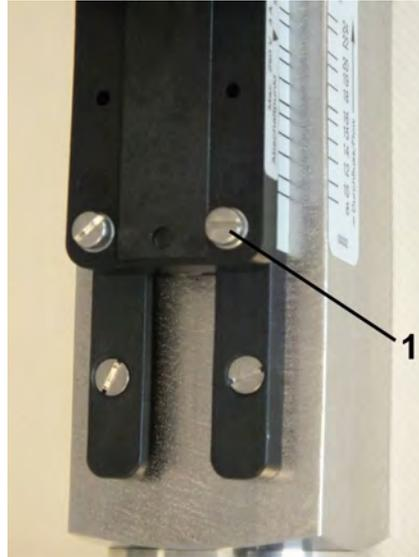

Abb. 33: Feststellschrauben lösen
1. Die Feststellschrauben des Schaltkontaktes (Abb. 33/1) mit einem Schlitzschraubendreher lösen.
3. Feststellschrauben des Schaltkontaktes (Abb. 33/1) mit einem Schlitzschraubendreher wieder anziehen. Dabei Schrauben-Anziedrehmoment beachten.